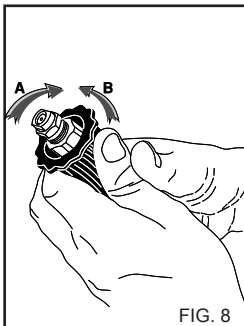

FIG. 8
Para a versão com aspiração de detergente, active o comando de aspiração do detergente presente na lança (fig. 8).
4) Após o uso com detergente, enxágue o circuito de aspiração; introduza o tubo de aspiração (fig. 8) do detergente num tanque de água limpa e ponha a bomba a trabalhar durante 1 minuto com a lança na fase de distribuição de detergente.
## UTILIZAÇÃO DA CABEÇA REGULÁVEL (Fig. 8) (Vers. DS)